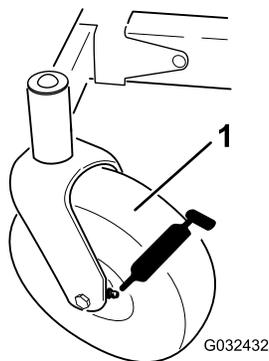

Рисунок 37
3. Очистите масленки (Рисунок 37) ветошью.
4. Присоедините к каждой масленке смазочный шприц (Рисунок 37).